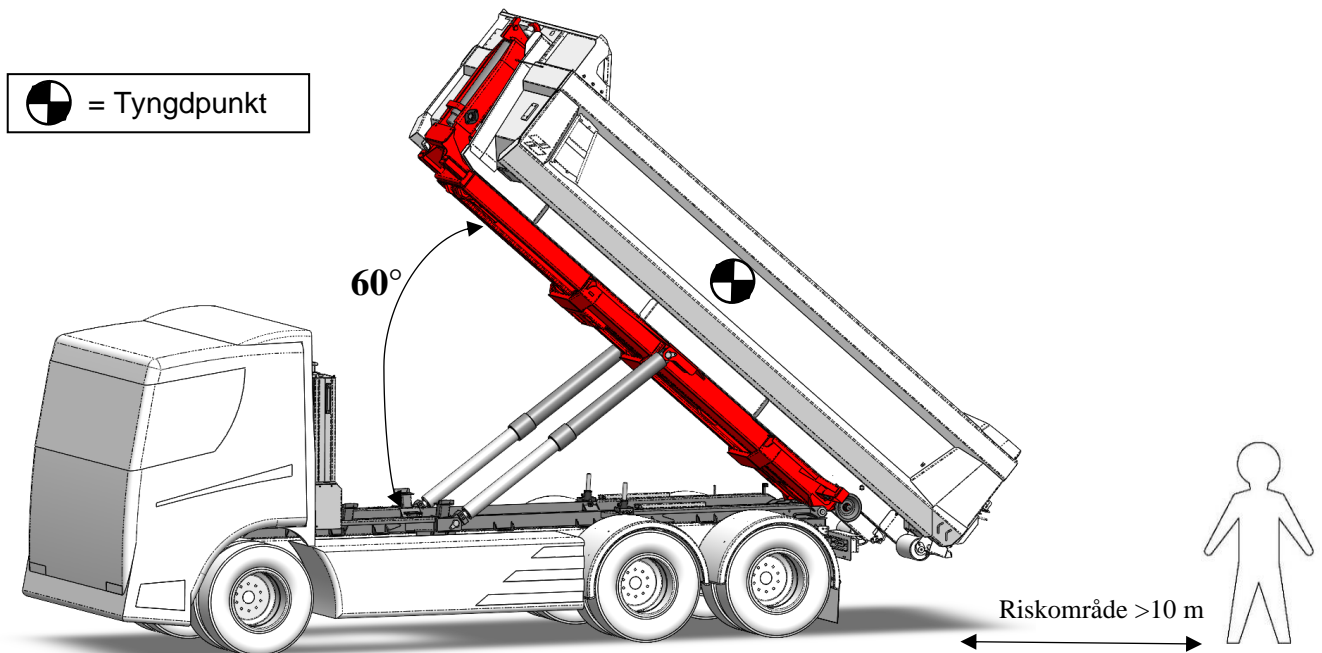

Bild 8 Riskområde
- Kontrollera underlaget för att undvika att bilen sjunker på något hjul vid förändrad tyngdpunkt. *(Observera att tyngdpunkten flyttas vid förhöjning av lasten).* Se bild 8 Riskområde.
- Kontrollera att inget hinder finns i flakets tippningsvinkel. Se bild 8 Riskområde. *(Tippning under kraftledning och broar kan medföra livsfara)*
- Kontrollera säkerhetsområdet runt fordonet (10 meter bakåt/sidorna). Se bild 8 Riskområde. *(Risk för avfallande last, vältning och högt hydraultryck vid eventuell skada på hydraulsystemet)*
- Kontrollera säkerhetsområdet runt fordonet under hela tipptiden. Se bild 8 Riskområde. *(Risk för avfallande last, vältning och högt hydraultryck vid eventuell skada på hydraulsystemet)*